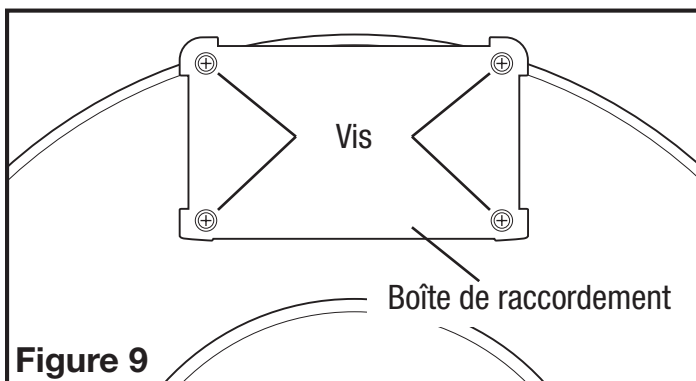

Figure 9
1. Retirez les vis de la plaque du couvercle de la boîte de raccordement située sur le côté du moteur (Figure 9).